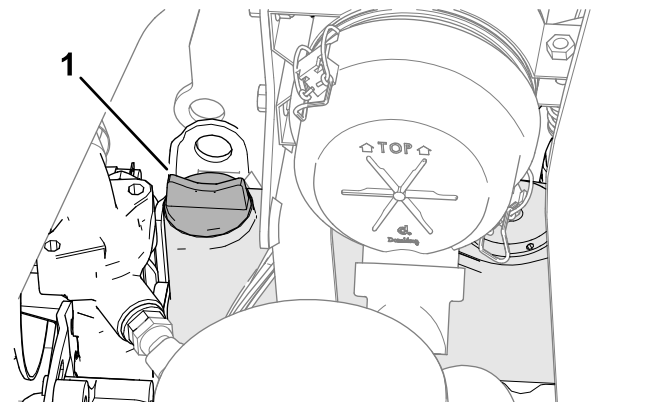

Figure 72
5. Si le niveau est trop bas, retirez le bouchon de remplissage (Figure 72) et versez progressivement de petites quantités d'huile, en vérifiant fréquemment le niveau, jusqu'à ce que l'huile atteigne le repère maximum sur la jauge.